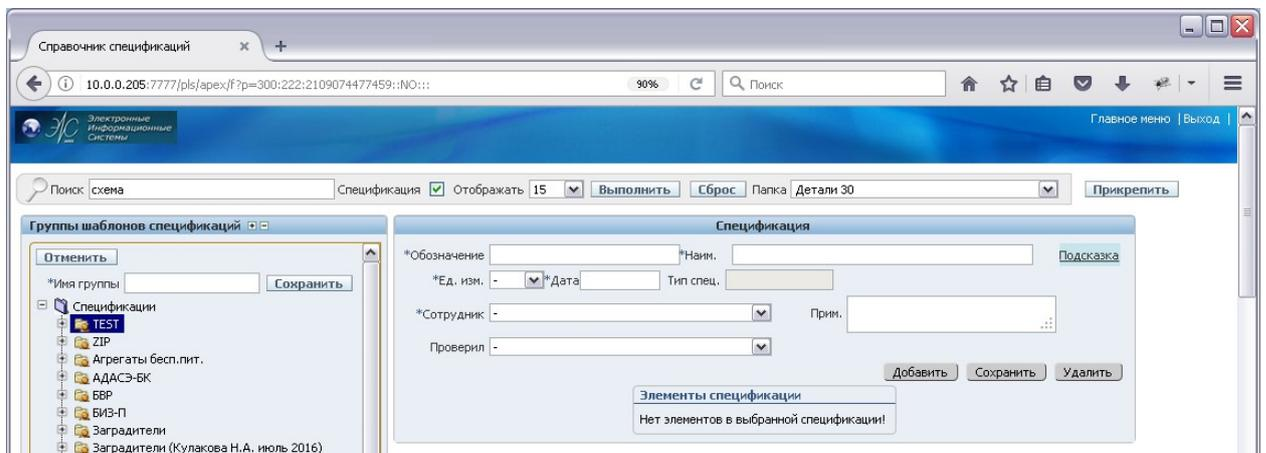

Рис. 24 Поле ввода имени группы
- «щелчком мышкой» по кнопке «ДОБАВИТЬ» в левой части формы «ГРУППЫ СПЕЦИФИКАЦИЙ» (рис. 24).